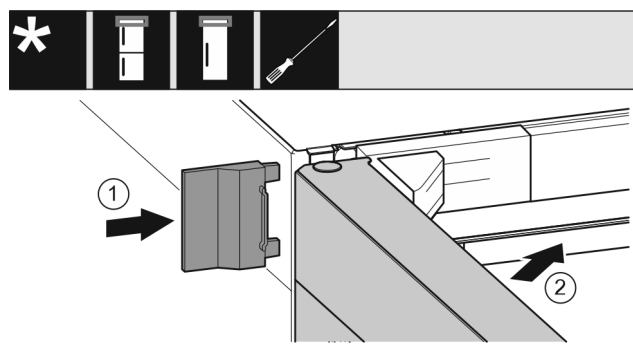

Fig. 28
- ▶ Ωθήστε το εξωτερικό κάλυμμα Fig. 28 (1).
- ▶ Κλείστε την επάνω πόρτα Fig. 28 (2).